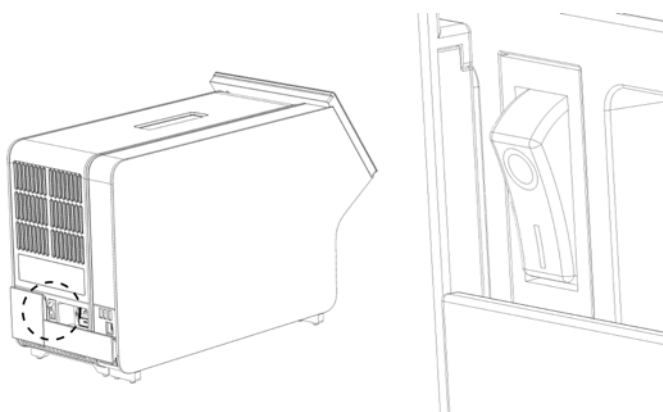

Figura 11. Individuazione e posizionamento su "I" dell'interruttore di alimentazione.
9. Accendere lo strumento premendo l'interruttore di alimentazione sul retro del modulo analitico e portandolo nella posizione "I" (Figura 11). Verificare che gli indicatori di stato dei moduli analitico e operativo siano di colore blu.